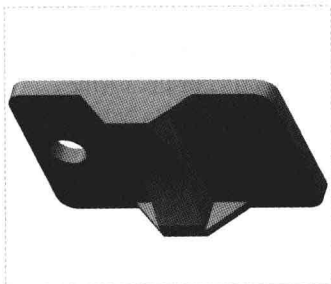

图 7-69 图形文件
Step 01 按【Ctrl+O】组合键，打开图形文件，如图 7-69 所示，在模型树中选择“孔 1”选项，在“功能区”选项板的“模型”选项卡中，单击“操作”面板中的“复制”按钮。